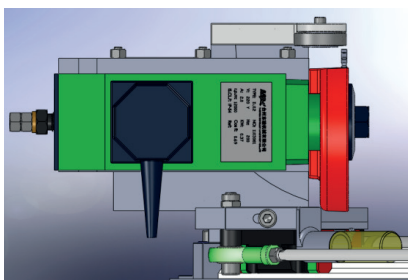
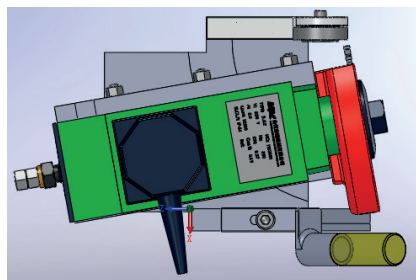

Figura 6-9a - Cortando
Figura 6-9b - Chanfrando
5.3.2 Conforme mostrado na Figura 6-9a, a função de corte é ativada através do botão de função da tela sensível ao toque. A válvula solenoide de corte frontal (6) é energizada, fazendo com que o cilindro de corte frontal (7) seja acionado. O manômetro (4) fornece pressão de ar de 3,5 a 4 bar, elevando o conjunto de corte frontal para a posição de pronto.
Conforme mostrado na Figura 6-9a, quando a tábua de madeira aciona o interruptor de limite de corte (1), um sinal é enviado ao CLP, ativando o mecanismo de corte. A tábua continua se movendo para a direita na esteira até que sua borda de ataque entre em contato com a placa guia de corte (11) (Figura 6-9b), empurrando o conjunto de corte frontal para baixo e para a direita (Figura 6-9a).